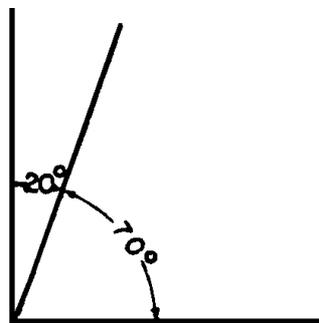

Fig.5
**Ângulos complementares:** são aqueles cuja soma é igual a um ângulo reto (fig.5).